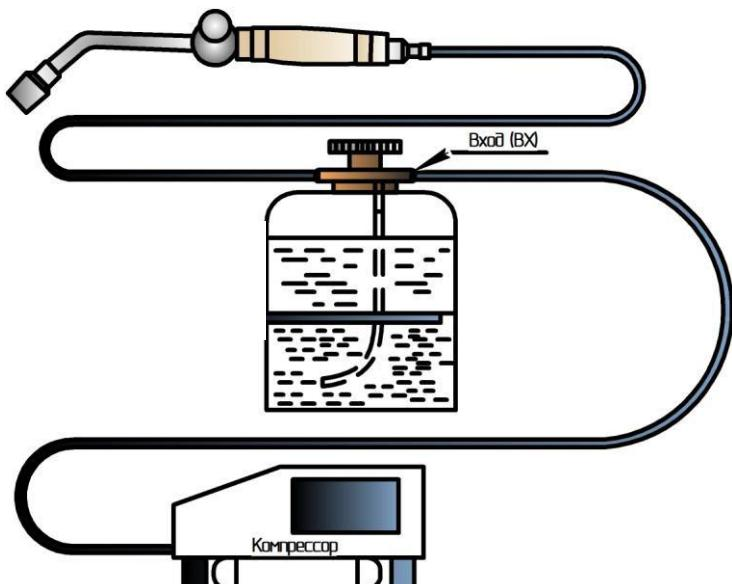

Рис.1 Комплект бензогорелочный для пайки.
- 5.5 Выполните необходимые соединения составных частей комплекта между собой (рис.1)